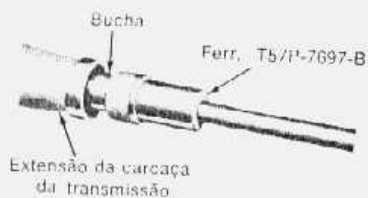

fig. 32 — instalação da bucha da extensão da carcaça da transmissão
1. Quando instalar uma bucha nova, usar a ferramenta especial mostrada pela fig. 32.